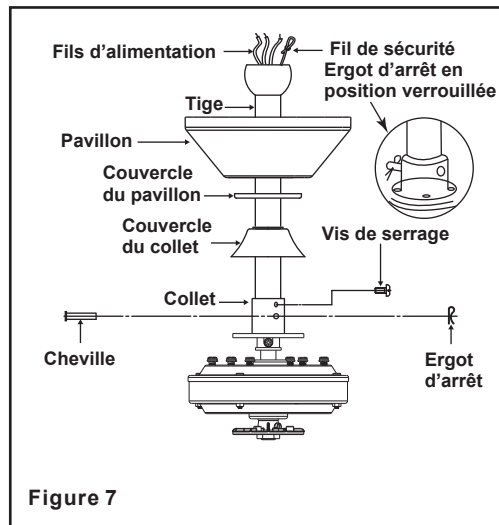

Figure 7
Étape 4. Retirez la cheville de suspension, l'ergot d'arrêt et les vis de serrage du dessus de l'ensemble du moteur. (Fig. 7)
Étape 5. Faites passer le fil de sécurité qui émerge du dessus du moteur à travers le couvercle du collet, le couvercle du pavillon, le pavillon, puis à travers la boule/tige. (Fig. 7)
Étape 6. Alignez les trous dans le bas de la tige avec les trous dans le collet sur le dessus du boîtier du moteur (Fig. 7). Insérez délicatement la cheville de suspension à
the hanger pin through the holes in the collar and downrod. Be careful not to jam the pin against the wiring inside the downrod. Insert the locking pin through the hole near the end of the hanger pin until it snaps into its locked position, as noted in the circle inset of Fig. 7.
Étape 7. Serrez fermement deux vis de serrage sur le dessus du moteur du ventilateur. (Fig. 7)